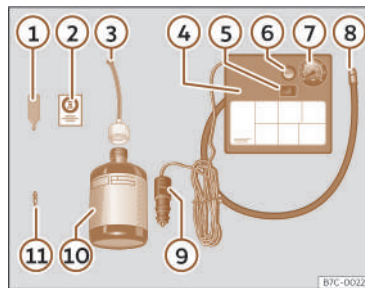

Fig. 198 Rappresentazione standard: contenuto del kit per la riparazione degli pneumatici.
Il kit per la riparazione degli pneumatici si trova nel sottofondo del bagagliaio. Include i seguenti componenti >>> **fig. 198:**
- Svitare il cappuccio e l'elemento di tenuta della valvola del pneumatico. Utilizzare l'apparato >>> **fig. 198 ①** per estrarre l'elemento di tenuta. Collocarlo su una superficie pulita.
- Agitare vigorosamente la bomboletta del sigillante per pneumatici >>> **fig. 198 ⑩**.
- Avvitare il tubo di gonfiaggio >>> **fig. 198 ③** alla bomboletta del sigillante. La piombatura della bomboletta si rompe automaticamente.
- Rimuovere il tappo del tubo di riempimento >>> **fig. 198 ③** e avvitare l'estremità aperta dal tubo alla valvola dello pneumatico.
- Ricollocare l'elemento di tenuta con l'apparato >>> **fig. 198 ①** nella valvola dello pneumatico.
- Avvitare il tubo di gonfiaggio dello pneumatico del compressore >>> **fig. 198 ⑧** nella valvola dello pneumatico.
- Verificare che la vite di sfiato dell'aria sia chiusa >>> **fig. 198 ⑥**.
- Collegare il connettore >>> **fig. 198 ⑨** a una presa elettrica a 12 V del veicolo >>> **pag. 240**.
- Collegare il compressore ad aria con l'interruttore ON/OFF >>> **fig. 198 ⑤**.
- Incollare l'adesivo >>> **fig. 198 ②** sul quadro strumenti, all'interno del campo visivo del conducente.
Riattivare il tubo di gonfiaggio >>> **fig. 198** **⑧** e controllare la pressione con il manometro **⑦**.